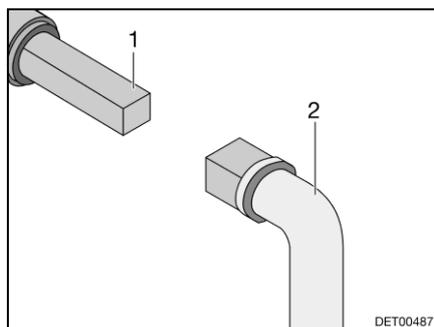

Fig. 102 Utilizzo del rubinetto di scolo delle acque grigie
- Inserire la chiave (Fig. 102,2) sul perno quadro (Fig. 102,1).